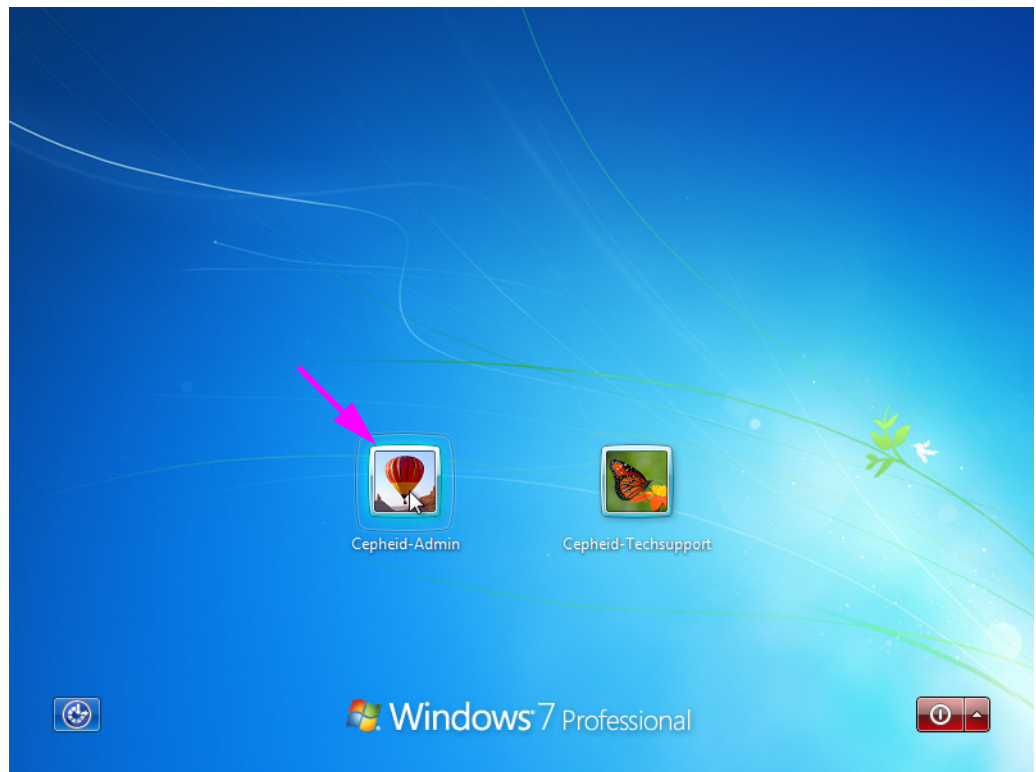

Figura 2-13. Schermata degli account di Windows 7
- In Windows 7, verrà visualizzata la schermata degli account di Windows. Vedere la Figura 2-13.
3. Nella schermata degli account di Windows, selezionare l'account utente Cepheid (vedere la Figura 2-13 e la Figura 2-16).
Il computer di GeneXpert Dx System è configurato con due account di Windows: l'account **Cepheid-Admin** serve per le operazioni eseguite dall'amministratore, come gli aggiornamenti del software e la configurazione del sistema, e per il normale funzionamento; l'uso dell'account **Cepheid-Techsupport** è riservato all'Assistenza Tecnica di Cepheid. Vedere la Figura 2-13 e la Figura 2-16.